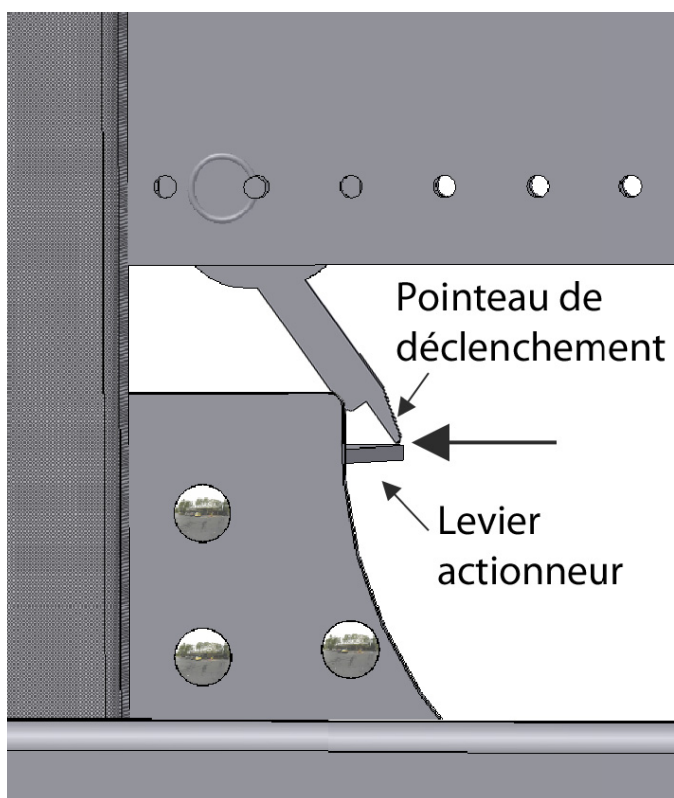

Figure 44 – Ajustement du levier actionneur du cerceau (ajustement du levier actionneur)
4. Dévissez légèrement les boulons qui retiennent le levier actionneur du cerceau sur son support. Ajustez ensuite la position du levier pour qu'il touche légèrement le pointeau de déclenchement (Figure 44).